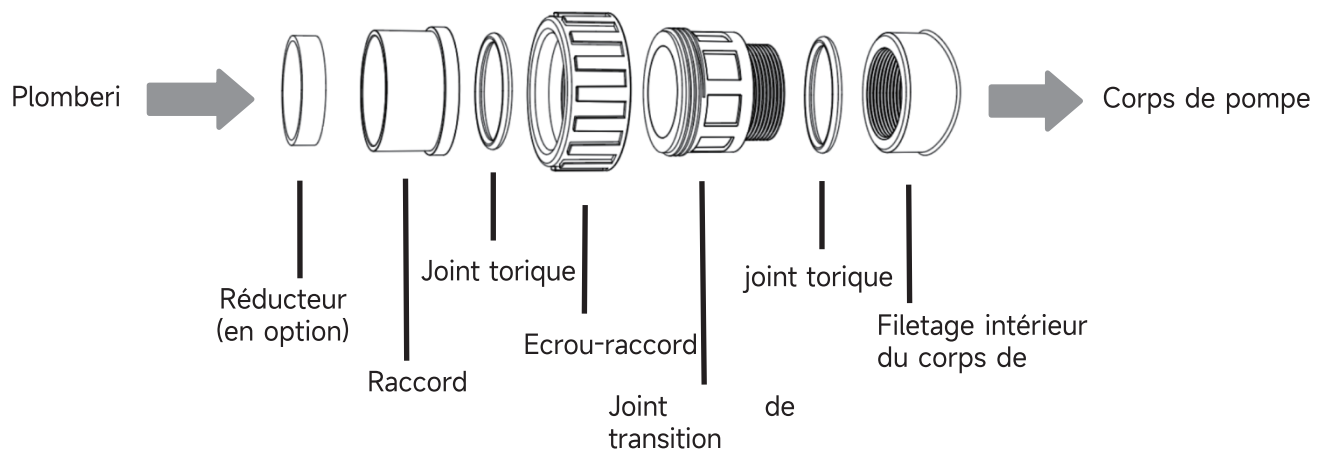

Figure 3 - Kit d'union
3) Utilisez le KIT D'UNION fourni par le fabricant de la pompe (voir figure 3). N'utilisez pas d'autres raccords pour connecter l'entrée/la sortie de la pompe, au cas où les raccords ne correspondraient pas et endommageraient le corps de la pompe.